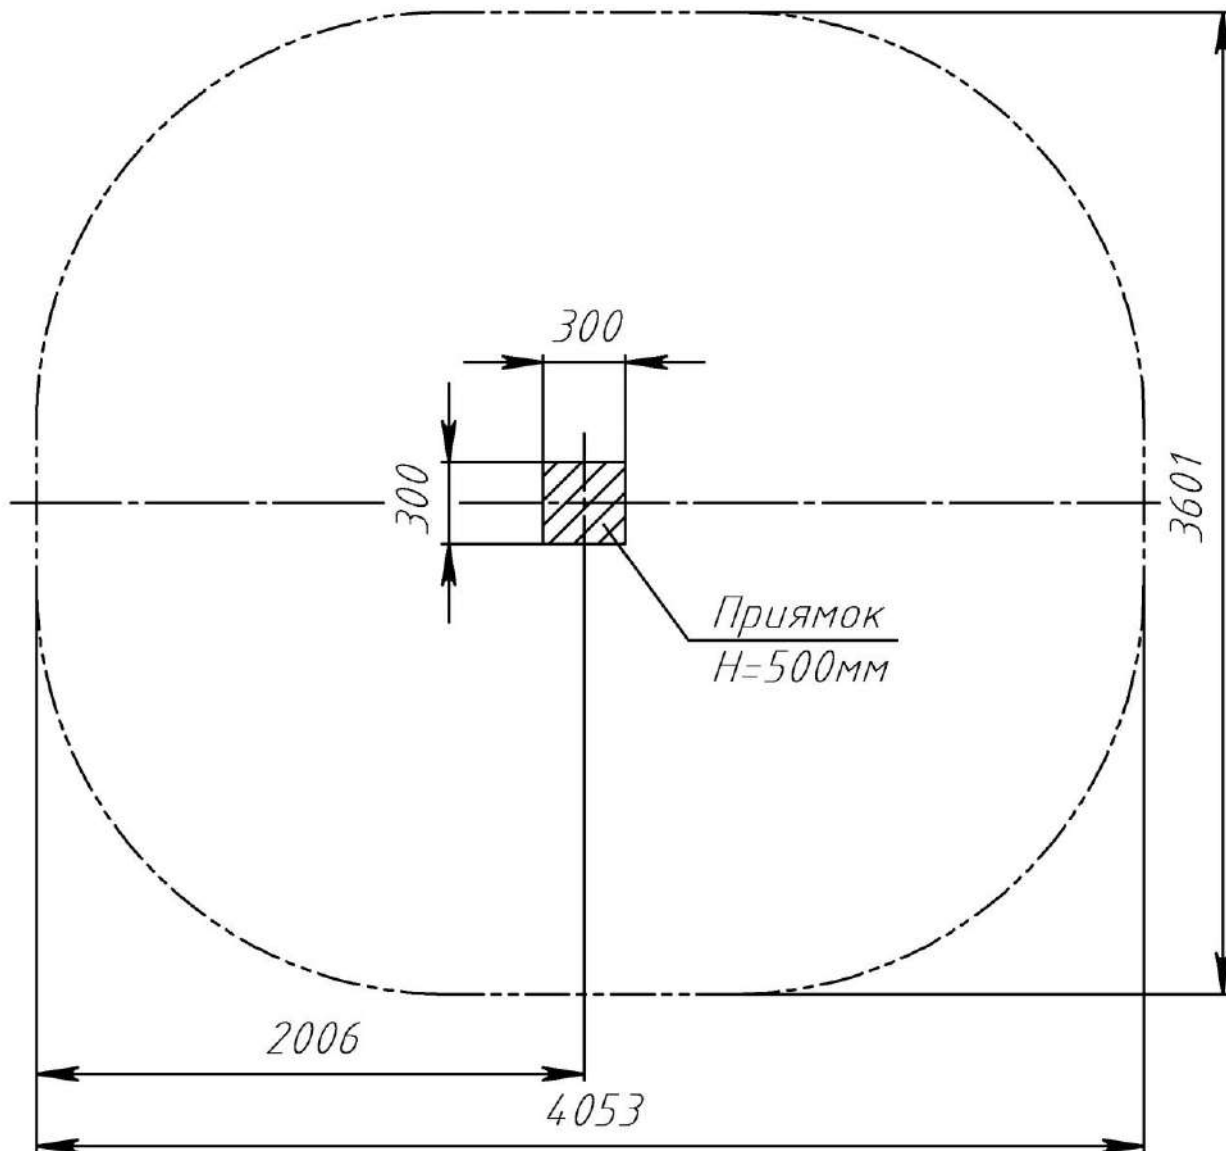

Рис.3 План фундамента велотренажера РТР 502Т
3.6. Монтаж тренажера заключается в бетонировании фундаментного блока и закреплении на нем основания тренажера. Фундаментный приямок выполнить в соответствии с планом фундамента (рис. 3).